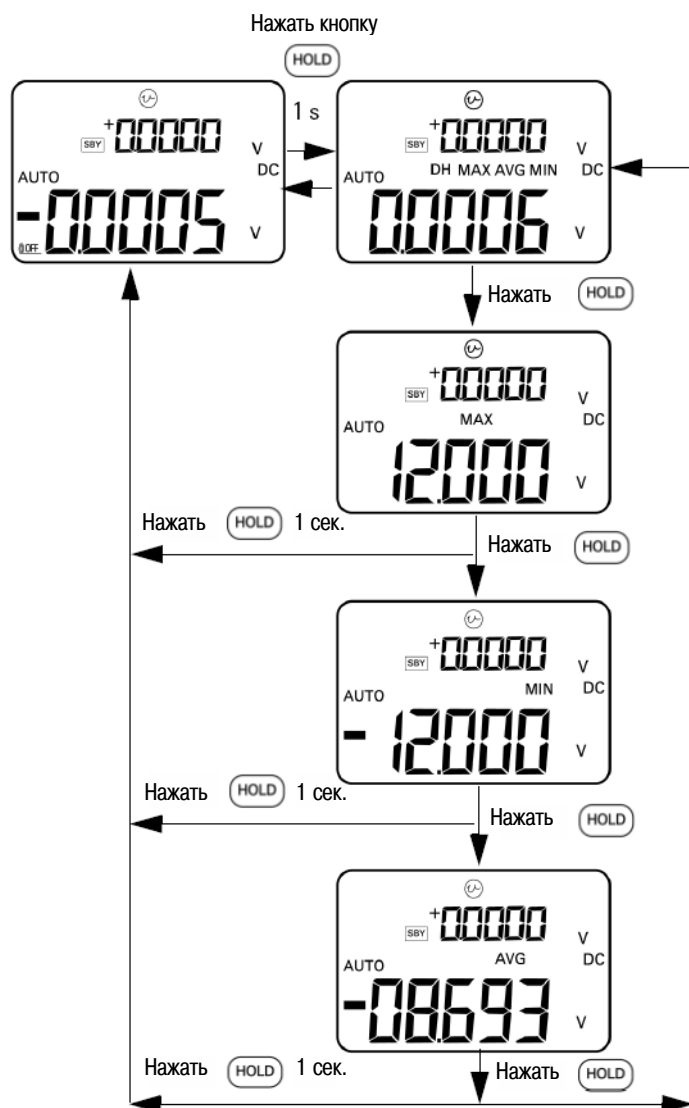

Рис. 3-7 Индикация в режиме динамической регистрации
2. Нажимайте кнопку **MAX•MIN** для циклического переключения индикации максимума, минимума, среднего значения и текущего значения. Для указания характера индицируемого значения появляется вспомогательный индикатор **MAX**, **MIN**, **AVG** или **MAX AVG MIN** (см. рис. 3-7 на следующей странице).